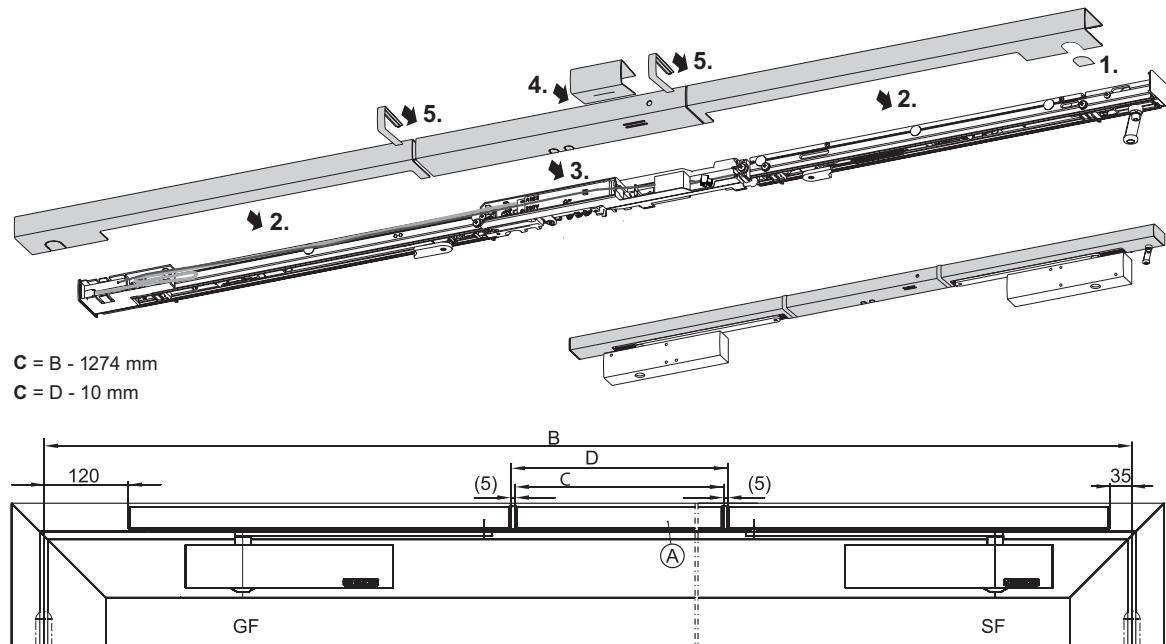

Abb. 6.12.1
- Die ablängbare mittlere Blende "A" auf das Maß "C" kürzen (**Abb. 6.12.1**).